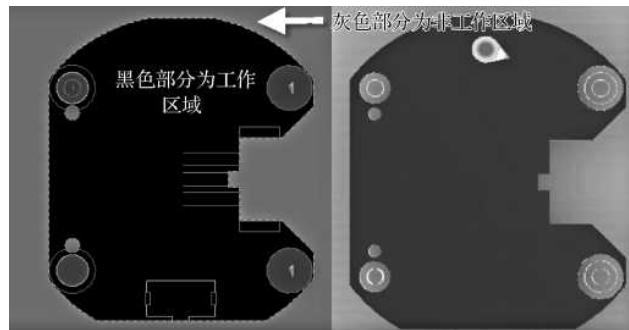

图 8-26 导入板框效果图
(3) 选择要定义的闭合的板框（注意：一定是闭合的板框才行），执行菜单命令“设计-板子形状-按照选中对象定义”，即可完成板框的定义。导入板框效果图如图 8-26 所示，黑色部分为工作区域，灰色部分为非工作区域。